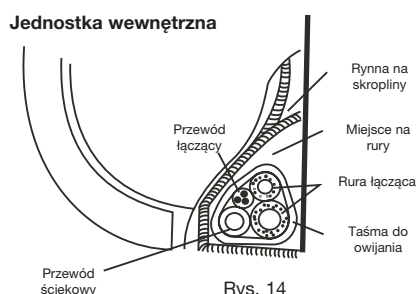

Rys. 13
- Część wewnętrzna: najpierw ręcznie zakręcić nakrętkę na przewodach części wewnętrznej, a następnie przykręcić ją za pomocą klucza płaskiego oraz klucza dynamometrycznego. Patrz rysunek 13.
- Część zewnętrzna: ręcznie zakręcić nakrętkę na złączach kranów części zewnętrznej, a następnie przykręcić ją za pomocą klucza płaskiego oraz klucza dynamometrycznego. Patrz rysunek 13.